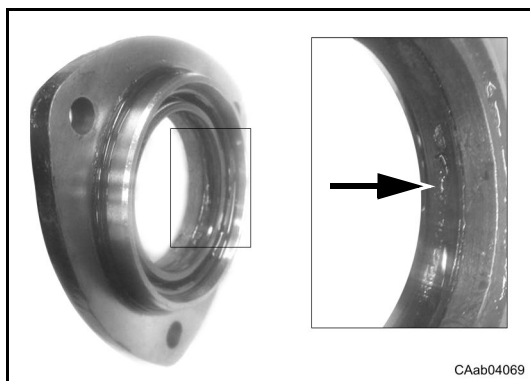

Fig. 13
- Sostituire quei particolari che presentano tracce di usura o di danneggiamento (Fig. 13).
- Replace those which are worn out or damaged (Fig. 13).